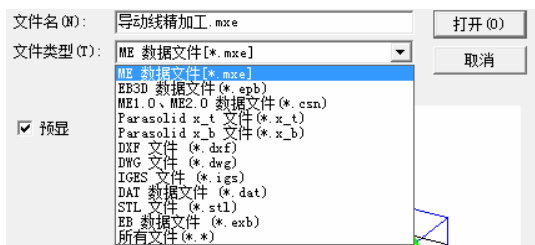

图 5-20 文件类型
2) 选择相应的文件类型并选中要打开的文件名，在制造工程师中可以读入 ME 数据文件 mxe、零件设计数据文件 epb、ME1.0、ME2.0 数据文件 csu、Parasolid x_t 文件、Parasolid x_b 文件、DXF 文件、IGES 文件和 DAT 数据文件，如图 5-20 所示。单击“打开”按钮打开文件。